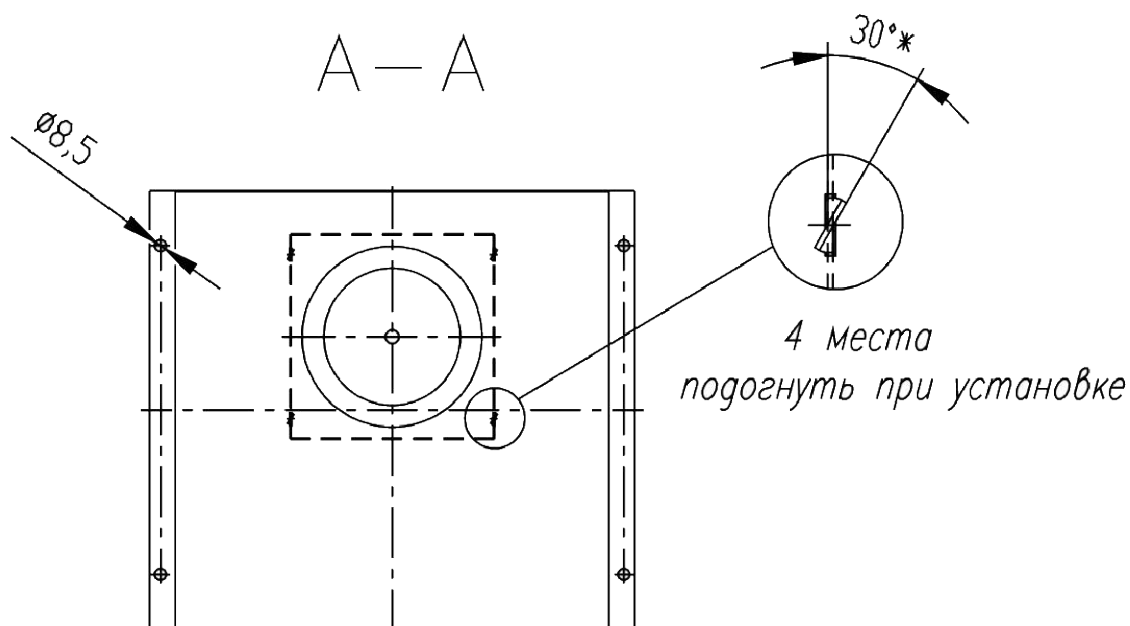

Рисунок 6. Схема сборки насадка.
5.10. Собрать насадок 4 (смотри рисунок 6)